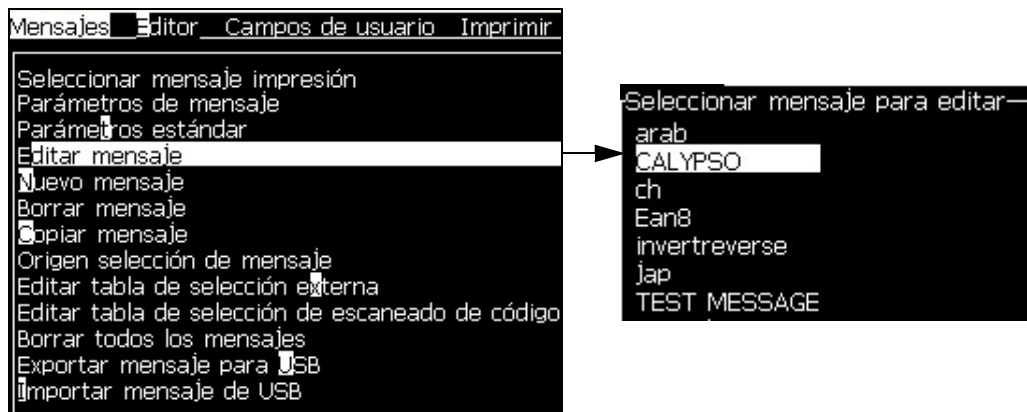

Figura 5-51: Opción Editar mensaje
- 2 Seleccione *Editar mensaje*. Aparecerá el cuadro de diálogo *Seleccionar mensaje para su edición*. Consulte la Figura 5-51.